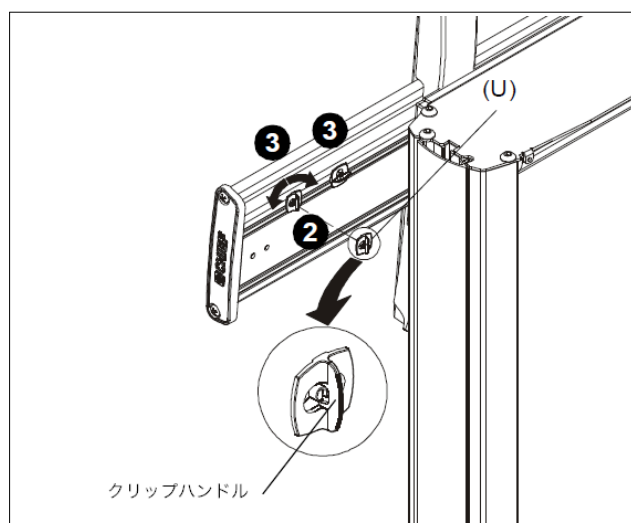

図 14
1. クリップハンドルを垂直位置にして、FCA クリップ (P) をレールの背面の溝に入れます。（図14を参照）
2. クリップハンドルが水平位置になるまで、FCA クリップ (P) をどちらかの方向に90°回転させます。（図14を参照）